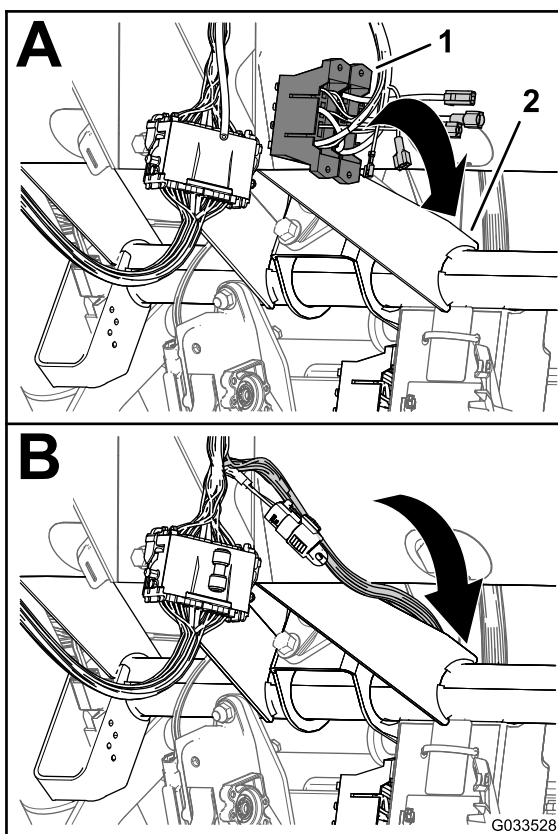

Figura 24
1. Na consola de controlo do pulverizador, encaminhe o ramo da cablagem frontal com os blocos de fusíveis entre a parte inferior do painel de instrumentos e o tubo transversal da estrutura da máquina e para baixo na direção da frente do bloco de fusíveis da máquina (Figura 24).